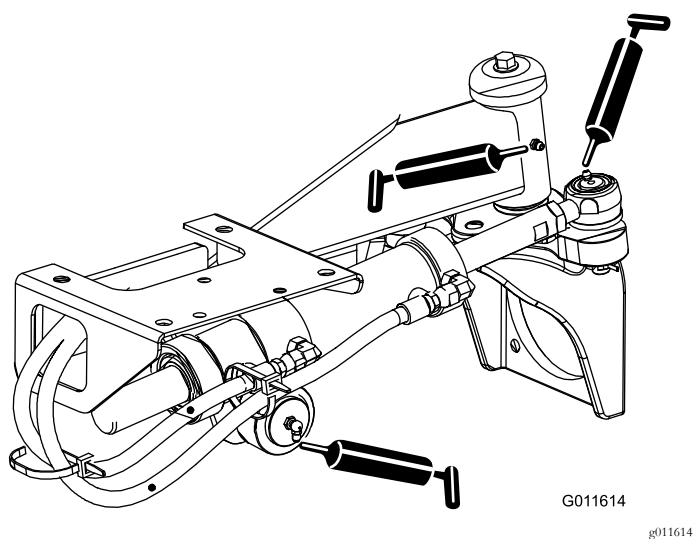

Figure 35
- Rotules de vérin de direction (2) et essieu arrière (1)—Figure 35